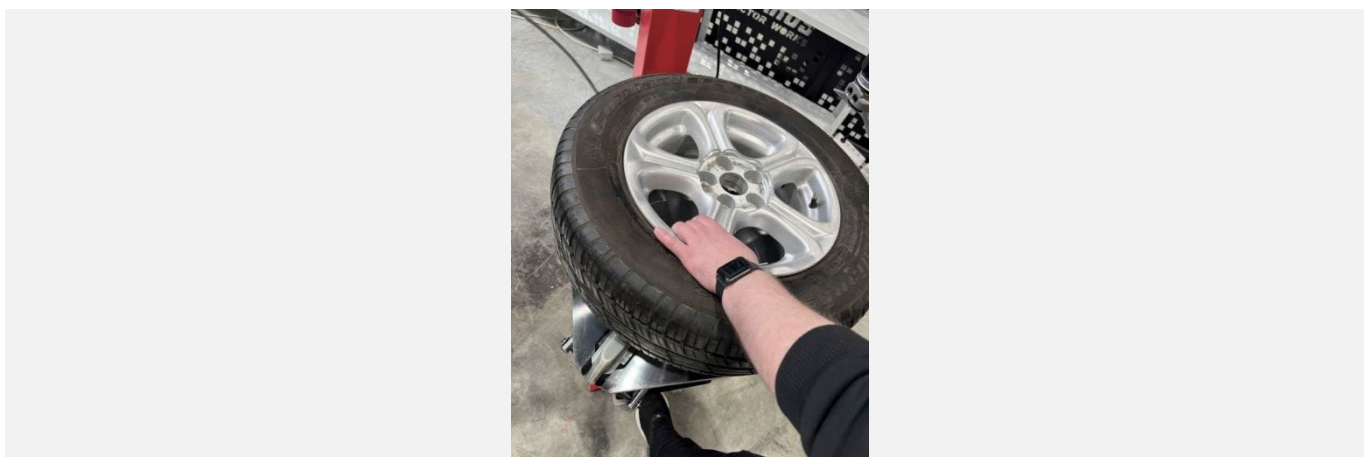

Рисунок 29
- Свести зажимные кулачки к центру поворотного стола, нажав педаль управления зажимными кулачками (см. Рисунок 29). Положить колесо на поворотный стол таким образом, чтобы все зажимные кулачки оказались внутри диска.
- Развести зажимные кулачки, нажав педаль управления зажимными кулачками (см. Рисунок 29).